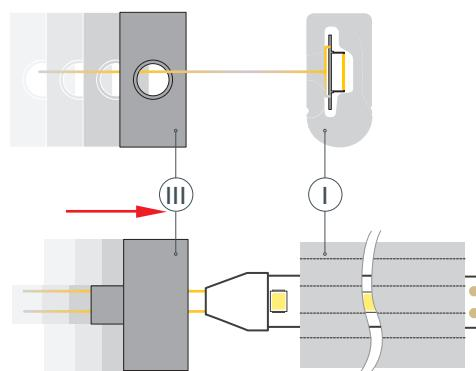

Рис. 2. Протяжка кабелей светодиодной ленты (IV) через отверстие в заглушке (III), вид сбоку
- 3** Проденьте кабели питания светодиодной ленты (IV) через отверстие в заглушке (III), как показано на рис. 2.